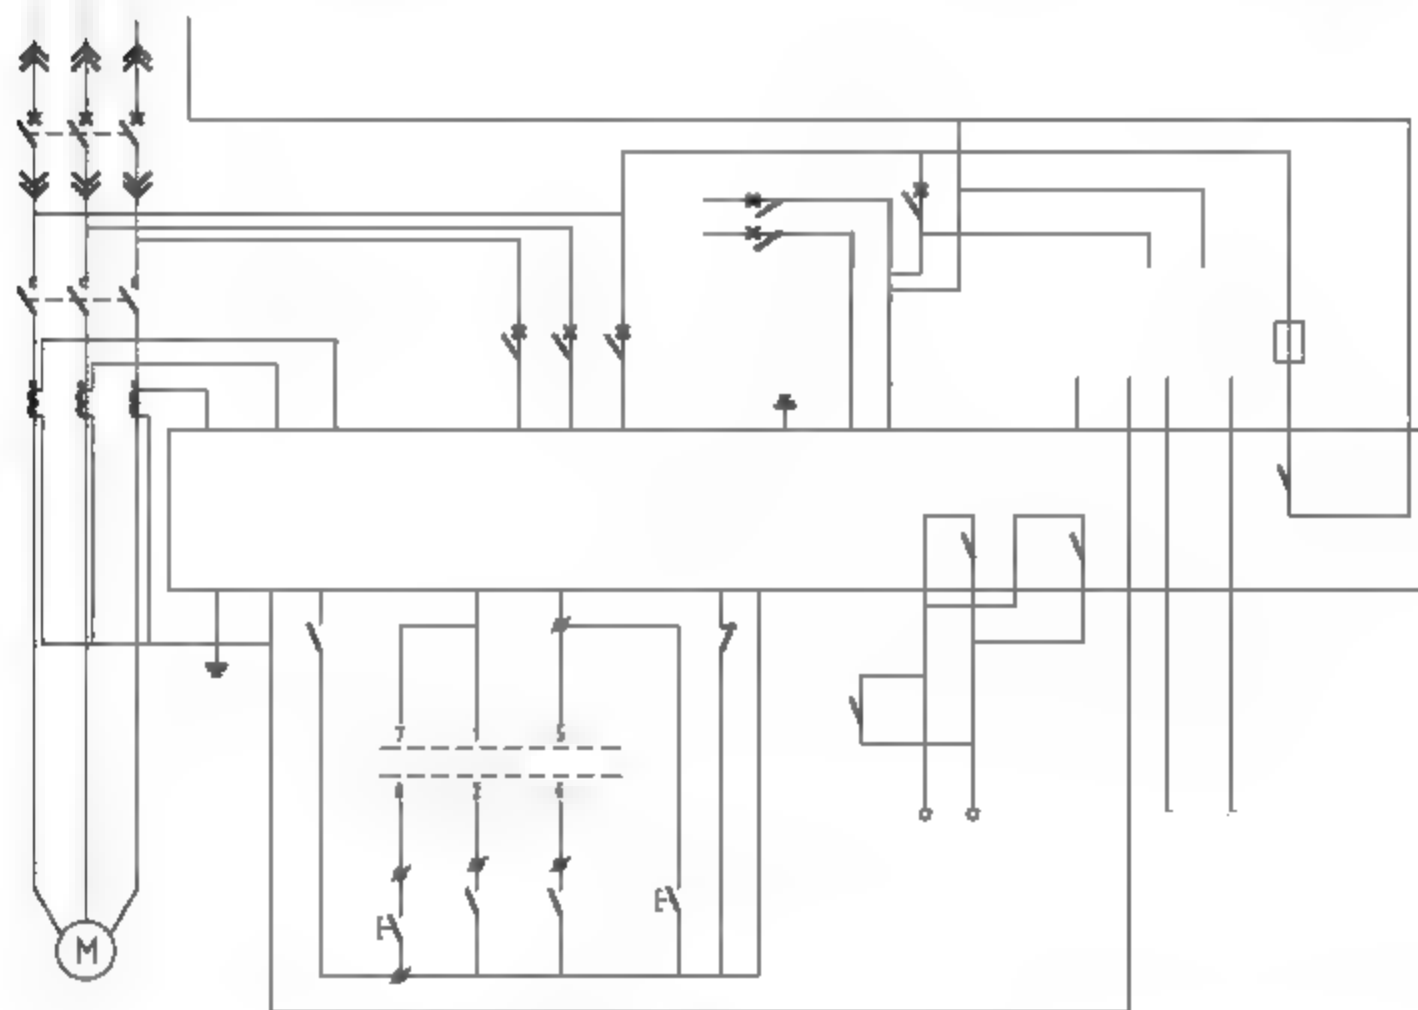

图10-31 调入元件图块
**19** 调用M【移动】命令,将电气元件图形移动至线路结构图上,结果如图10-31所示。